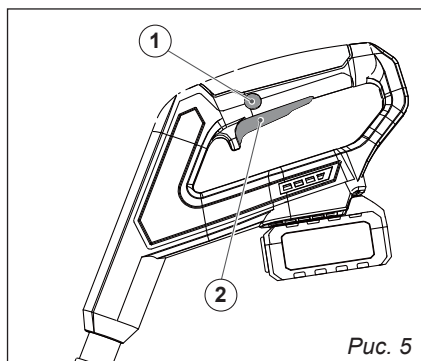

Рис. 5
7.1. Включение устройства (рис. 5)